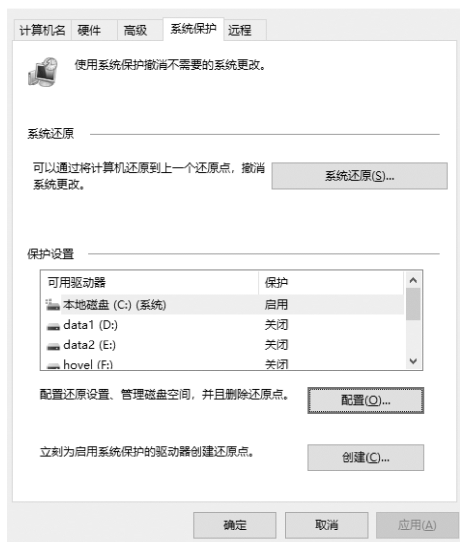

图 14-18 系统保护配置界面
(2) 配置系统保护。在图 14-18 中，“配置”可以对所需的分区进行系统保护的启用或关闭，“创建”可以手动创建还原点，“系统还原”可以手动选择还原点进行系统还原。